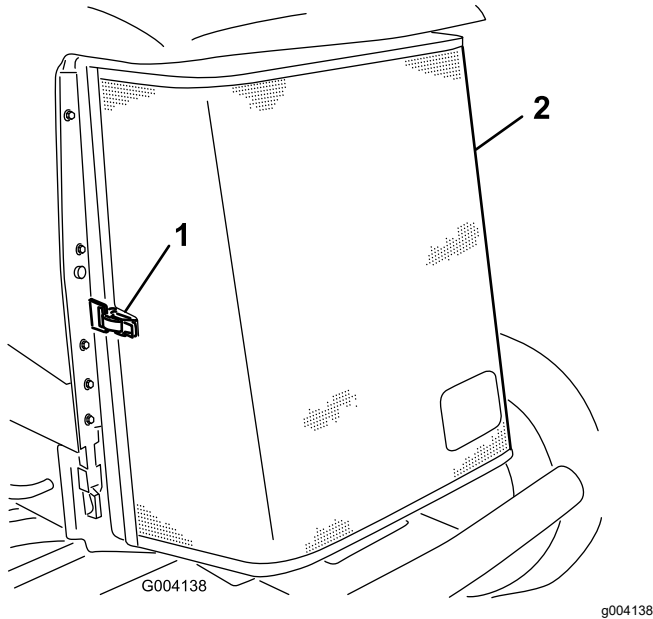

Bild 140
5. Entriegeln Sie die das hintere Gitter und schwenken Sie es auf (Bild 140).